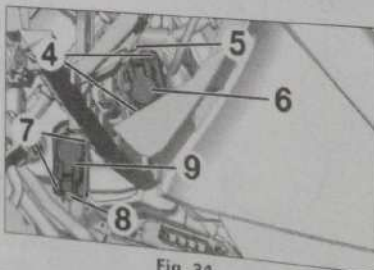

Fig. 34
- Déposer les vis (4) (Fig. 34).
- Débrancher le connecteur (5).
- Déposer le motoréducteur de distribution droit (6).
- Déposer les vis (7) (Fig. 34).
- Débrancher le connecteur (8).
- Déposer le motoréducteur de distribution droit (9).